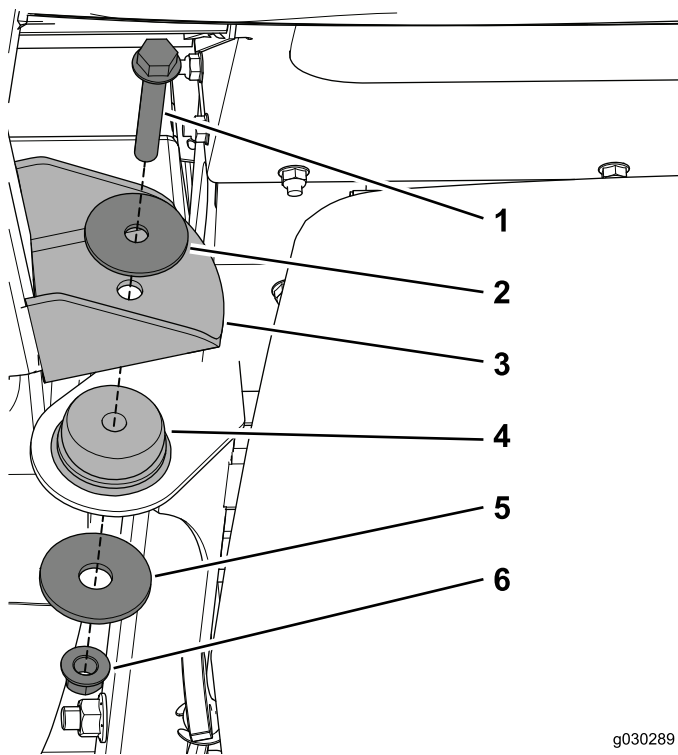

Figure 19
5. Utilisez un boulon ($\frac{1}{2}$ x 3 po), une rondelle de butée, une grande rondelle et un contre-écrou pour fixer la cabine sur les supports arrière sur la machine (Figure 19).